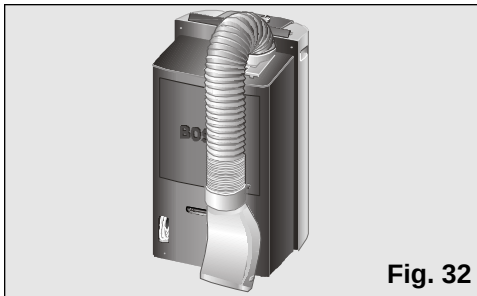

Fig. 32
- ☐ Pour cela, pliez le tube vers l'arrière de l'appareil et attachez-le grâce au crochet diffuseur, Fig. 32 et 32.